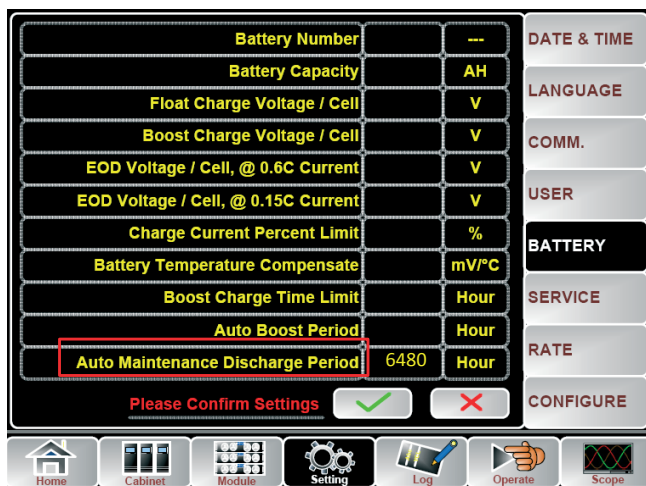

Рис. 5-4: Настройка периода для автоматического тестирования аккумулятора
- b. Установка периода для автоматического теста АКБ. Зайдите на страницу «BATTERY» в меню «Setting» (см. Рис. 5-4), задайте период времени в поле «Auto Maintenance Discharge Period» и подтвердите.